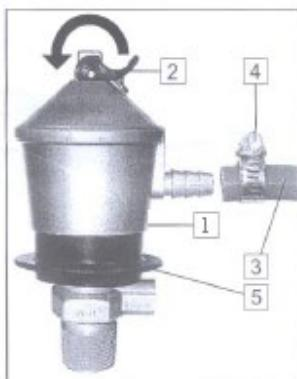

FIG 1
2. Gassregulatoren (Fig 1 del 1) festes på gasslangen (Fig 1 del 3) med slangeklemme (Fig 1 del 4).
4. Gassregulatoren monteres på gassflasken ved å løfte opp låseringen (Fig 1 del 5) slik som vist på Fig 2 og presses ned på gassflaskens ventil. Når gassregulatoren er helt nede låses den ved å presse ned låseringen slik som vist i Fig 3.
5. Gassen settes på ved å vippe over hendelen (Fig 1 del 2) på gassregulatoren slik at flammetegnet kommer til syne. På noen typer regulatorer er hendelen på siden.